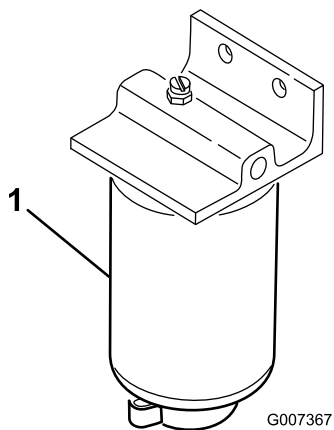

Figura 78
1. Coloque un recipiente limpio debajo del filtro de combustible (**Figura 78**).